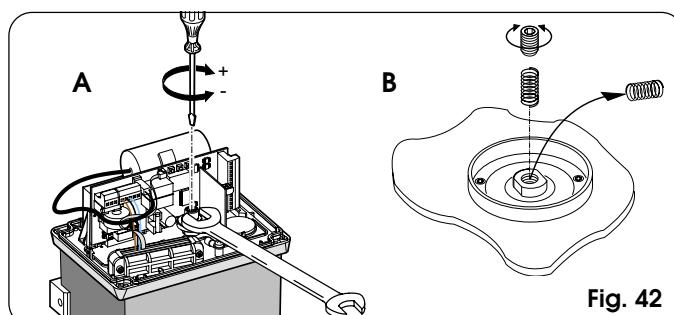

Fig. 42
- 2) Maintenir l'arbre moteur bloqué au moyen d'une clé anglaise et agir sur la vis de réglage de l'embrayage avec une clé pour vis à six pans creux ou un tournevis d'après la Fig. 42 Réf. A. Pour augmenter le couple, tourner la vis dans le sens des aiguilles d'une montre.
Pour remplacer le ressort, agir d'après la Fig. 42 Réf. B.